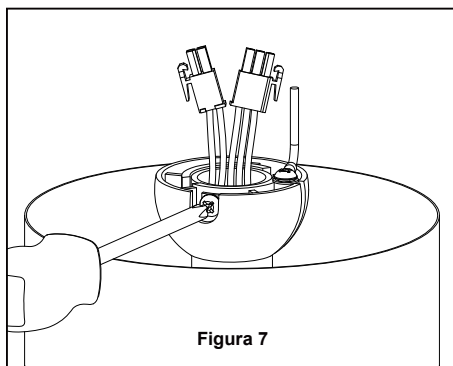

Figura 7
- ☐ 7. Vuelva a colocar la semiesfera en el barral como se indica a continuación. Pase los cables a través de la semiesfera. Pase el pasador a través de los dos orificios en el barral y alinee la semiesfera de modo que el pasador quede atrapado en la ranura de la parte superior de la misma. Empuje la semiesfera hacia arriba, bien ajustada contra el pasador. Ajuste firmemente el tornillo de fijación en la semiesfera. Si el tornillo de fijación está flojo, podría provocar oscilación del ventilador. (Figura 7)